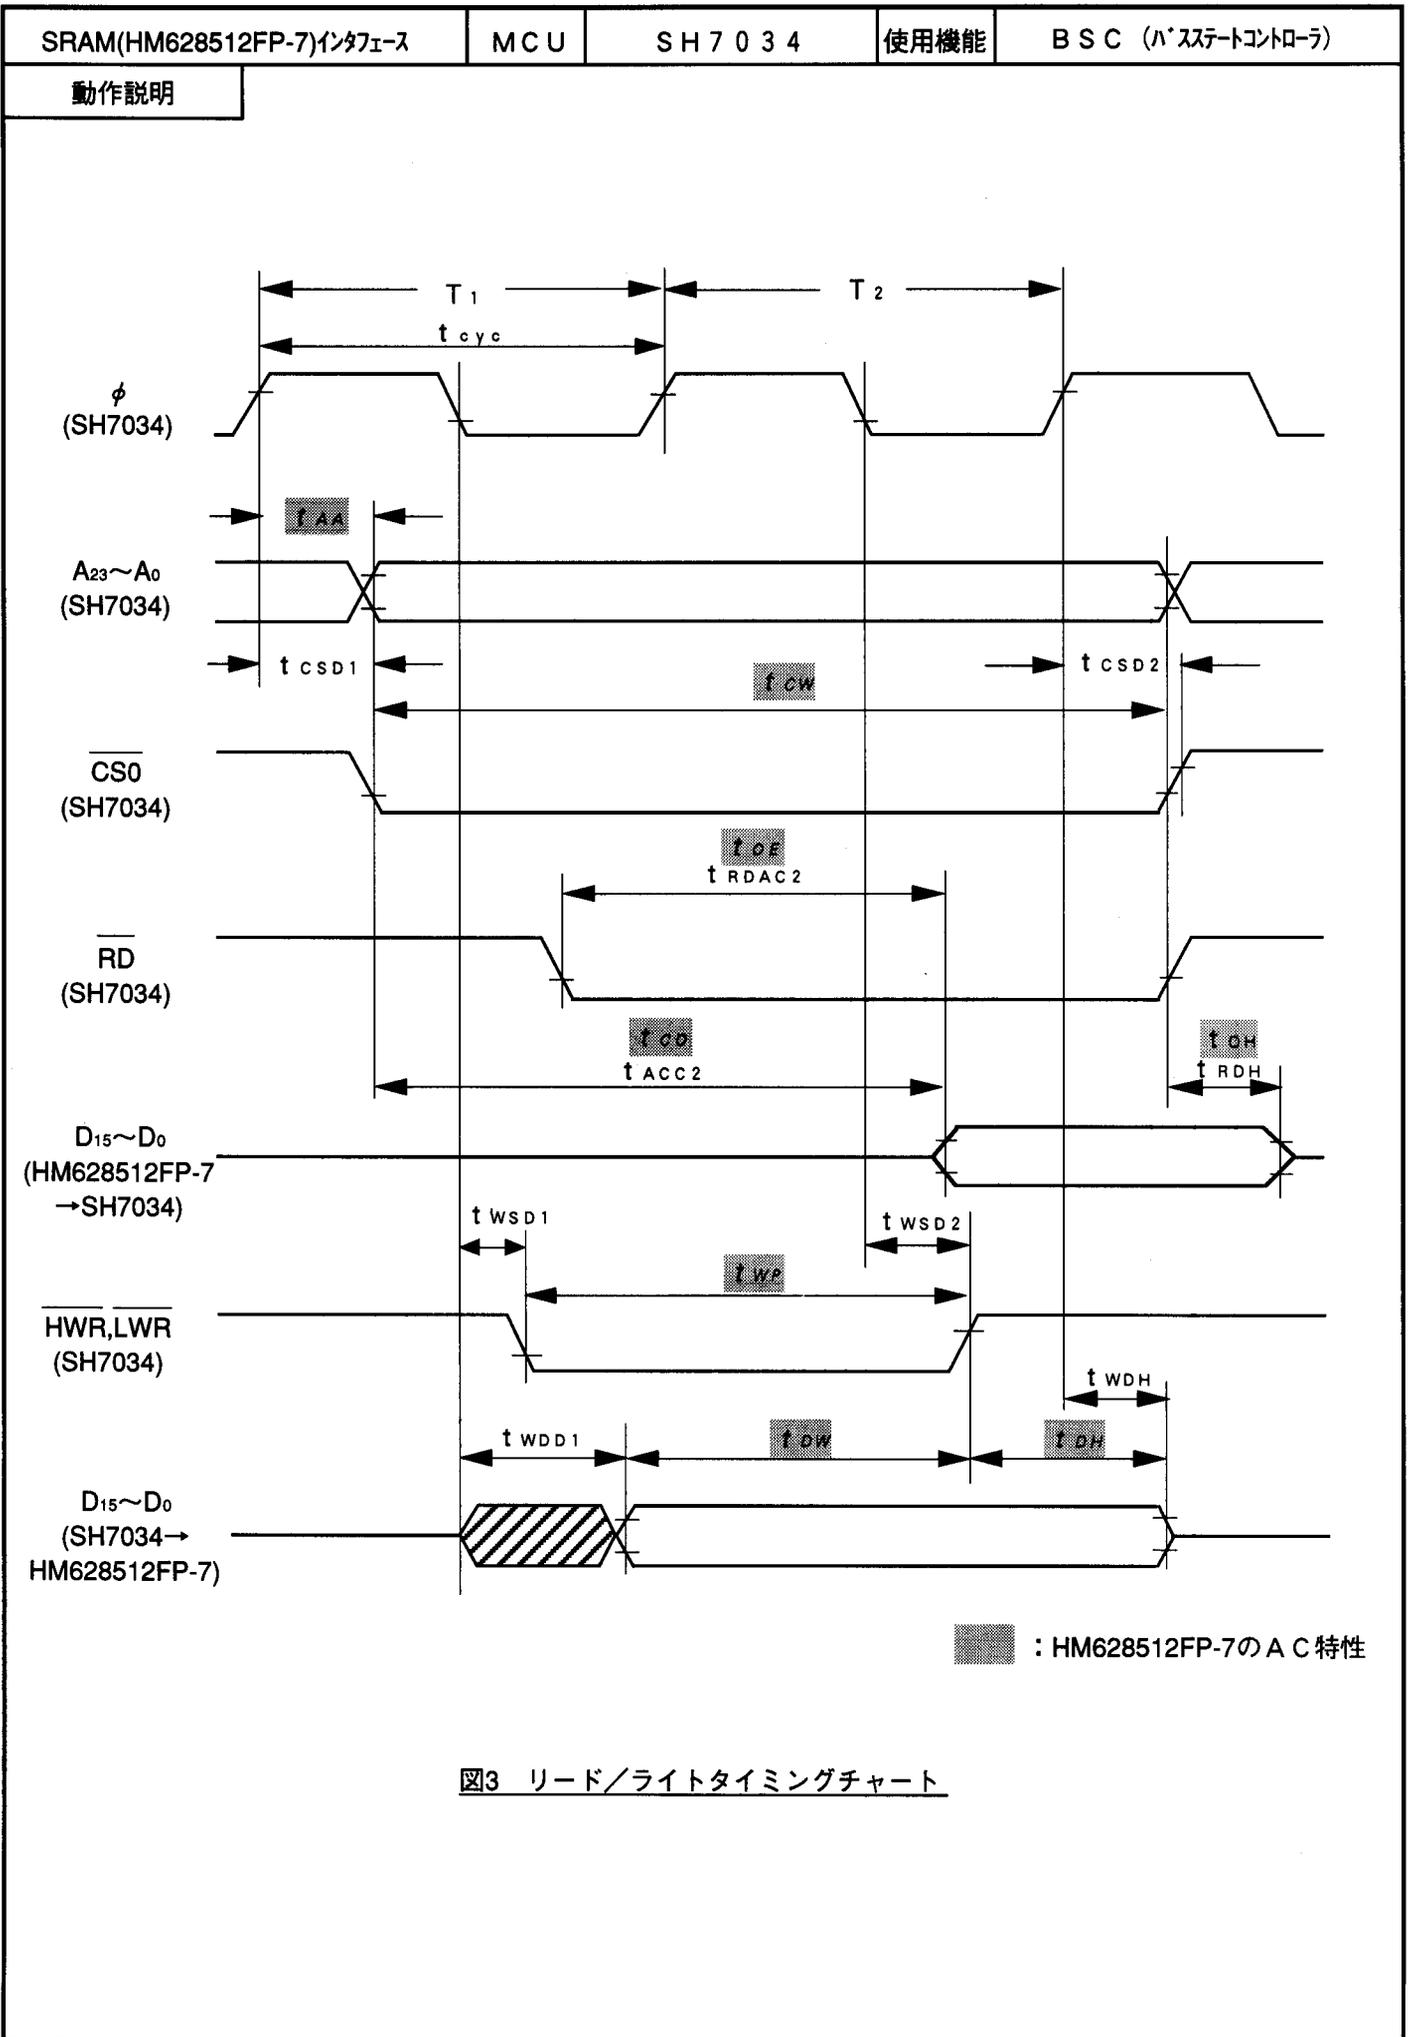

図3 リード/ライトタイミングチャート
<div data-bbox="130 159 241 194" style="border: 1px solid black; padding: 2px;">動作説明</div> <p data-bbox="115 283 466 316">(1) データのリード/ライト</p> <p data-bbox="154 322 1432 515">図3にデータのリード/ライトタイミングチャートを示します。SH7034とHM628512FP-7を直接接続する場合、SH7034の<math>t_{ACC2}</math>、<math>t_{RDAC2}</math>（リードデータアクセス時間）、<math>t_{RDH}</math>（リードデータホールド時間）およびHM628512FP-7の<math>t_{DW}</math>（データセットアップ時間）、<math>t_{DH}</math>（データホールド時間）、<math>t_{CW}</math>（チップセレクト時間）、<math>t_{WP}</math>（ライトパルス幅）が満足されているかを確認します。</p> <p data-bbox="154 524 702 557">図3から各タイミングは以下のようになります。</p> <p data-bbox="141 603 668 639">(a) SH7034の<math>t_{ACC2}</math>および<math>t_{RDAC2}</math></p> $\begin{aligned} t_{ACC2} &= t_{CO(max)} \\ &= \underline{70\text{ ns} \leq 70\text{ ns}} \text{ (SH7034 } t_{ACC2}) \end{aligned}$ $\begin{aligned} t_{RDAC2} &= t_{OE(max)} \\ &= \underline{35\text{ ns} \leq 55\text{ ns}} \text{ (SH7034 } t_{RDAC2}) \end{aligned}$ <p data-bbox="141 844 466 880">(b) SH7034の<math>t_{RDH}</math></p> $\begin{aligned} t_{RDH} &= t_{OHZ(min)} \\ &= \underline{10\text{ ns} \geq 0\text{ ns}} \text{ (SH7034 } t_{RDH}) \end{aligned}$ <p data-bbox="141 1004 745 1039">(c) HM628512FP-7の<math>t_{DW}</math>および<math>t_{DH}</math></p> $\begin{aligned} t_{DW} &= t_{cyc} + t_{WSD2(min)} - t_{WDD1(max)} \\ &= 50 + 0 - 35 \\ &= \underline{15\text{ ns} \geq 30\text{ ns}} \text{ (HM628512FP-7 } t_{DW}) \end{aligned}$ $\begin{aligned} t_{DH} &= t_{WDH(min)} \\ &= \underline{0\text{ ns} \geq 0\text{ ns}} \text{ (HM628512FP-7 } t_{DH}) \end{aligned}$ <p data-bbox="141 1285 745 1320">(d) HM628512FP-7の<math>t_{CW}</math>および<math>t_{WP}</math></p> $\begin{aligned} t_{CW} &= T1 + T2 + t_{CSD2(min)} - t_{CSD1(max)} \\ &= 50 + 50 + 0 - 25 \\ &= \underline{75\text{ ns} \geq 60\text{ ns}} \text{ (HM628512FP-7 } t_{CW}) \end{aligned}$ $\begin{aligned} t_{WP} &= t_{cyc} + t_{WSD2(min)} - t_{WSD1(max)} \\ &= 50 + 0 - 20 \\ &= \underline{30\text{ ns} \geq 50\text{ ns}} \text{ (HM628512FP-7 } t_{WP}) \end{aligned}$